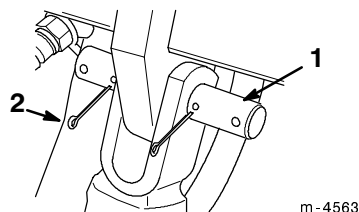

Abbildung 6
- Den neuen Stift einsetzen und mit zwei Splinten sichern (Abb. 6).